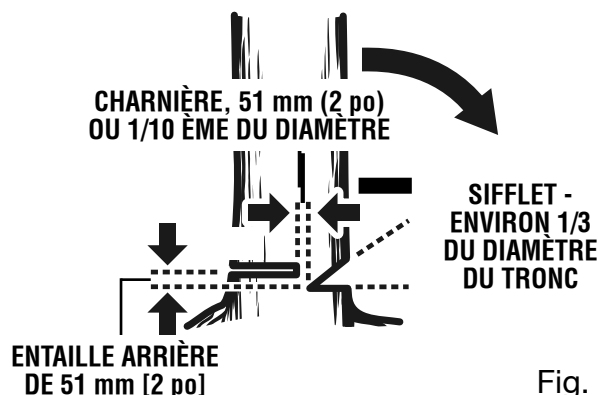

Fig. 14
une ligne droite. Pour empêcher le pincement de la scie sous le poids du bois, toujours effectuer l'entaille inférieure en premier. Voir la figure 14.
- **Entaille d'abattage.** L'entaille d'abattage doit toujours être de niveau et horizontale et effectuée à au moins 51 mm (2 po) au-dessus de l'entaille horizontale du sifflet. Voir les figures 14 et 15.
- Ne jamais couper jusqu'au sifflet. Toujours laisser une épaisseur de bois d'environ 51 mm (2 po) ou 1/10ème du diamètre du tronc entre l'entaille d'abattage et le sifflet. Ceci s'appelle une « charnière ». Cette charnière contrôle la chute de l'arbre et empêche le tronc de glisse, de pivoter ou de basculer sur la souche. Voir les figures 14 et 15.